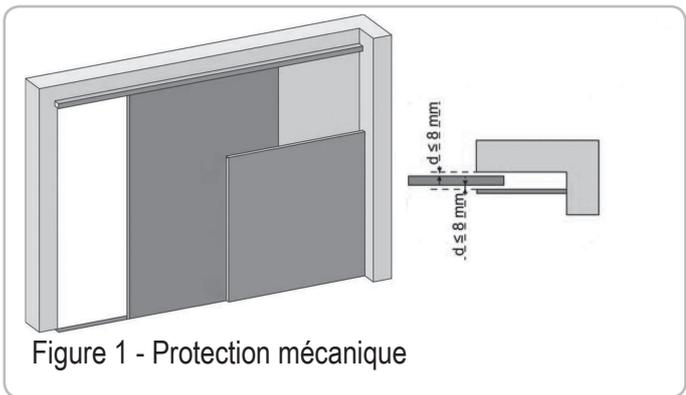

Figure 1 - Protection mécanique
<p>ZONE 2* Risque d'écrasement avec une partie fixe attenante</p>	<p>Détection d'obstacle intrinsèque à la motorisation (valider la détection par une mesure d'effort voir paragraphe Mesure d'effort) Protection par une protection mécanique (voir Fig.1) ou par des distances de sécurité (voir Fig.2)</p>
2.1 Composition - Fig. 1